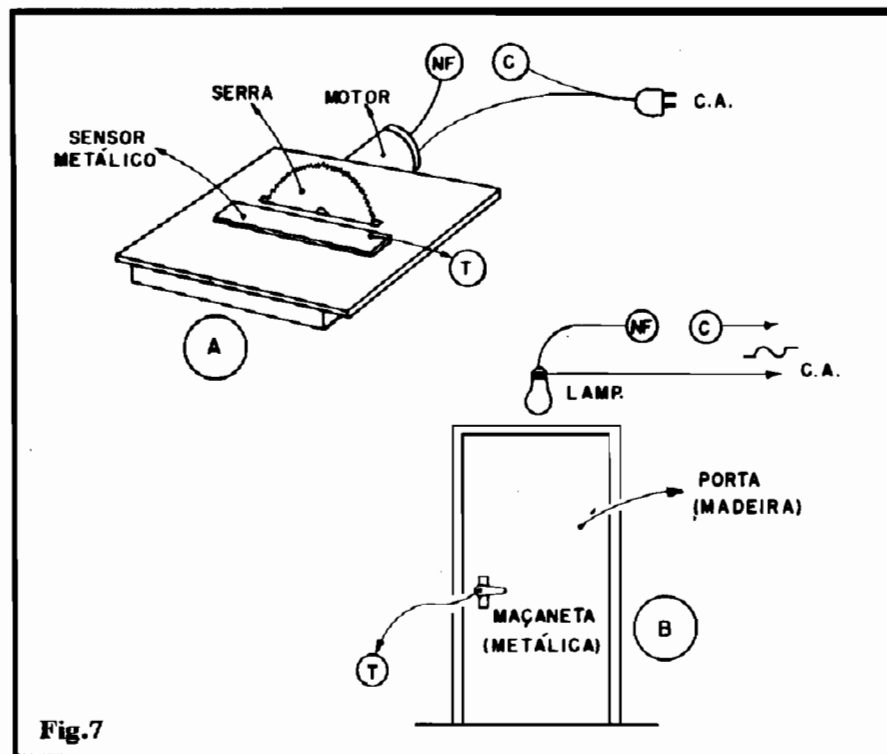

Fig.7
- **FIG. 7 -ALGUMAS SUGESTÕES PRÁTICAS** - São muitas as possibilidades aplicativas do SPOTA, e o Leitor/Hobbysta deverá por os "neurônios" para funcionar, buscando utilizações realmente práticas, válidas e vantajosas... Na figura, temos dois diagramas/exemplos bastante práticos: